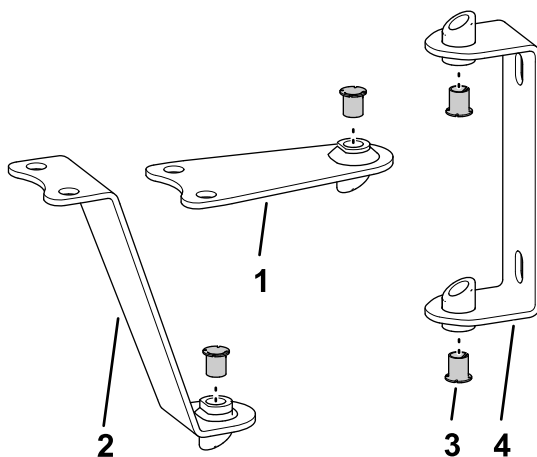
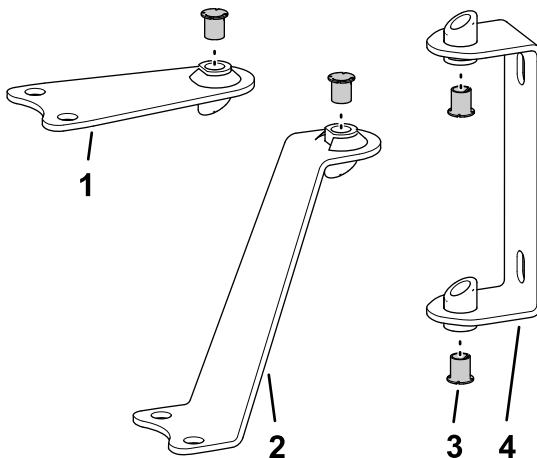

图 2
图 3
1. 如 图 2 适用于非封闭式喷洒臂或 图 3 适用于封闭式喷洒臂所示布置铰链和箍带。
2. 如 图 2 或 图 3 所示将轴套插入铰链和箍带中的焊接管开口。